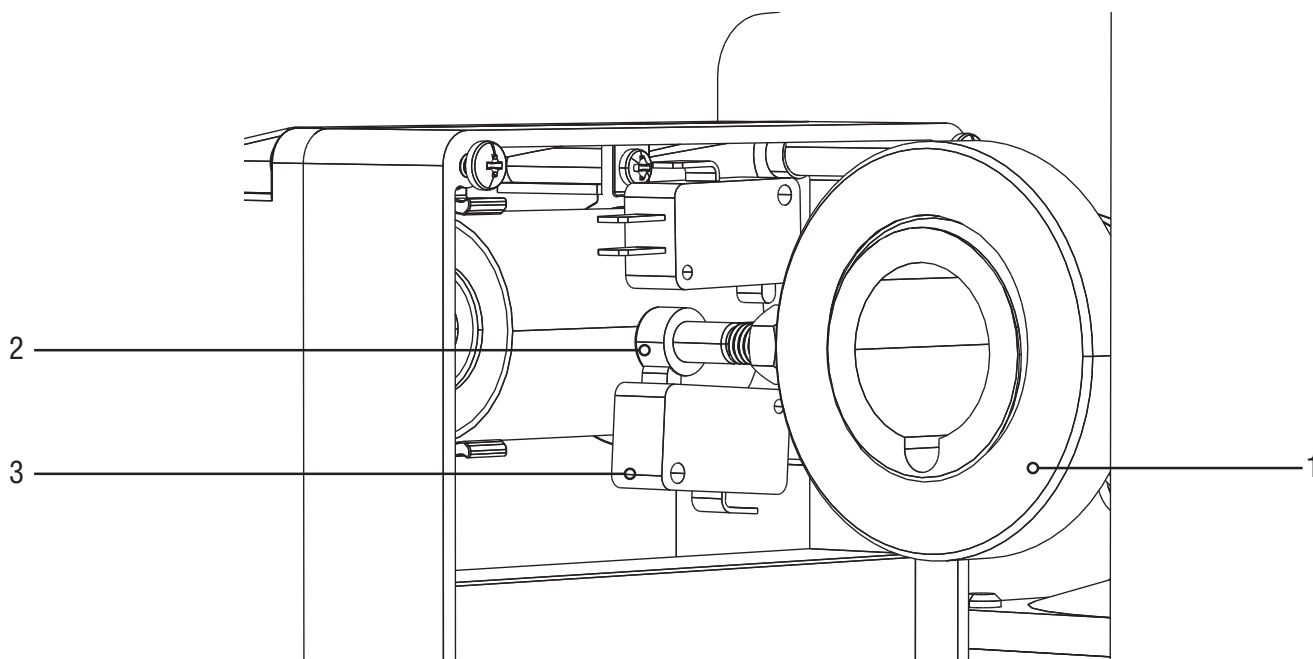

Рисунок 4
- Переместите кольцо установки крайних положений (поз. 1) таким образом, чтобы винт (поз. 2) нажимал на верхний микропереключатель (поз. 3). См. рисунок 4.